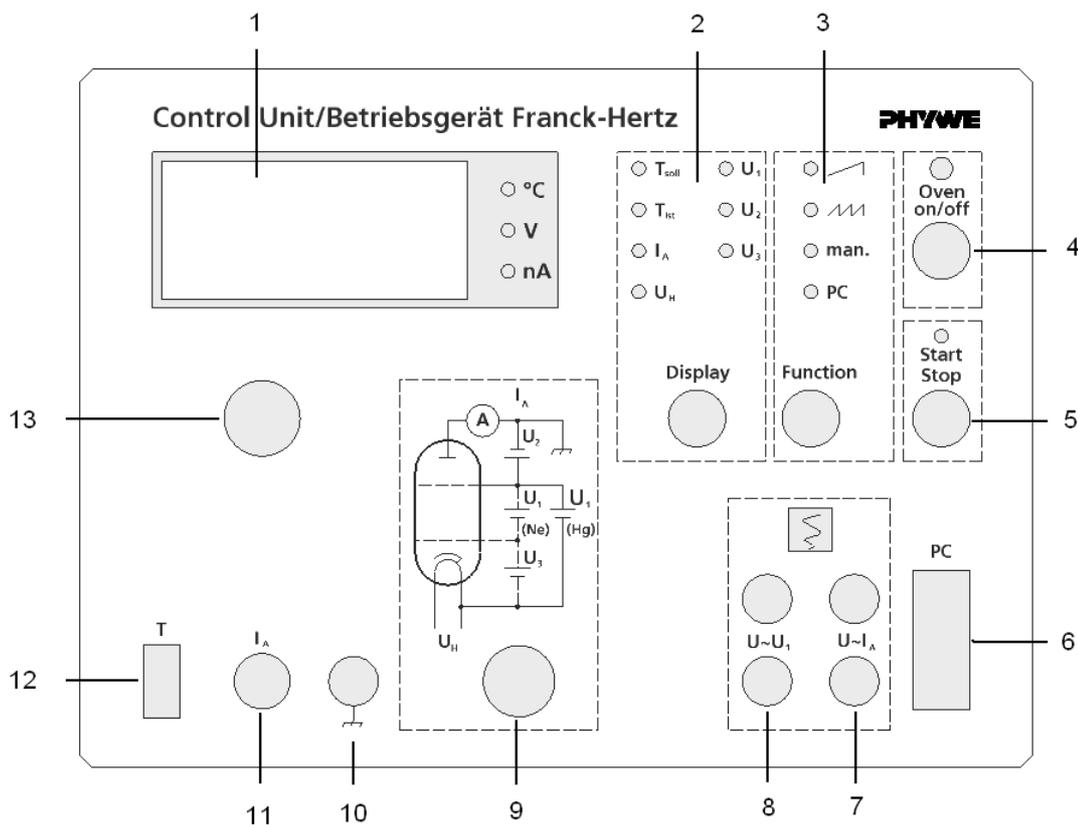

Fig. 2: Elementos funcionales y de manejo del equipo Franck-Hertz.
3.1 Elementos funcionales y de manejo (ver fig. 2)